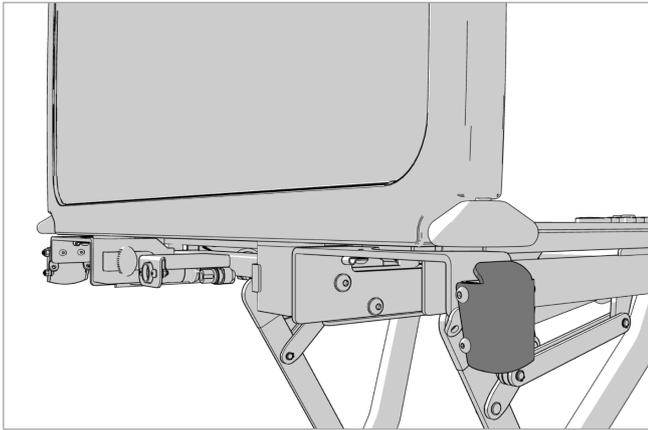
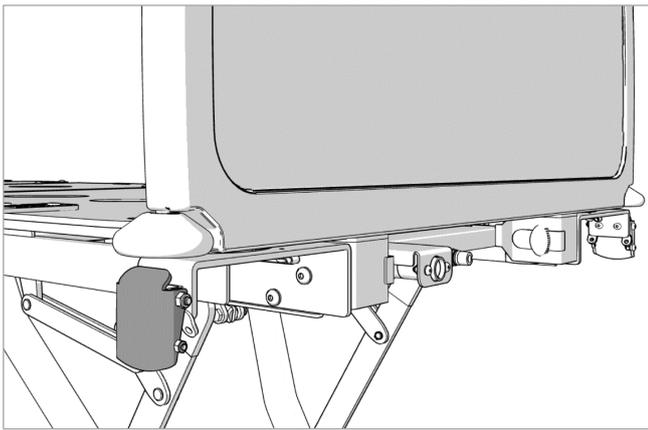

Figure 10.1
Figure 10.2
1. Placez les leviers de RCP à l'extrémité du lit, de part et d'autre de la tête de lit, comme indiqué dans la Figure 10.1 et Figure 10.2. La fonction RCP peut être actionnée à partir de l'un ou l'autre des leviers RCP.